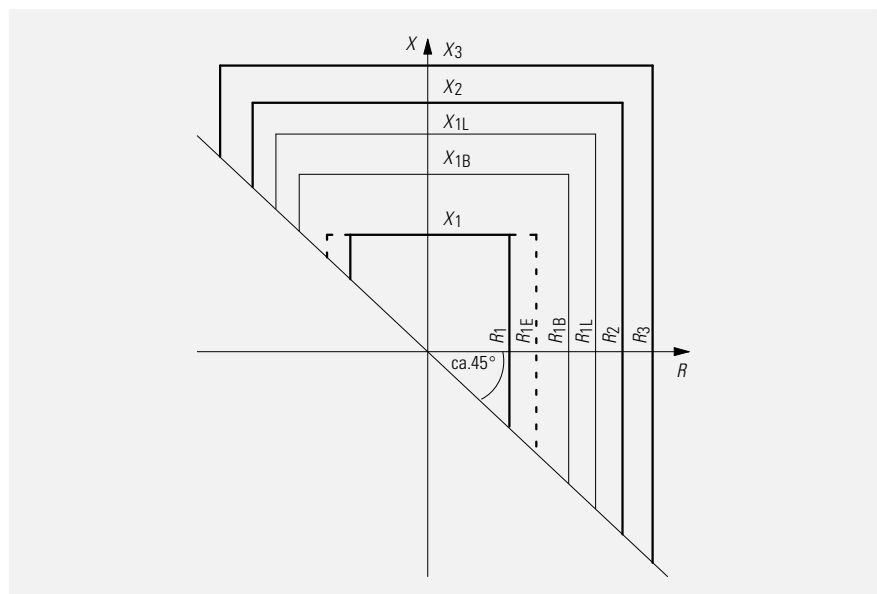

Bild 4
- Polygonale Auslösekennlinie mit getrennter Einstellung der Reaktanz X und der Resistanz R (siehe Bild 4). Der Resistanzabschnitt R ist getrennt für Leiter-Leiter- und für Leiter-Erde-Fehler einstellbar. Die 5 Distanzzonen sind wahlweise vorwärts, rückwärts oder ungerichtet, 2 davon als Übergreifzonen staffelbar. Zusätzlich stehen eine gerichtete und eine ungerichtete Endzeitstufe zur Verfügung.